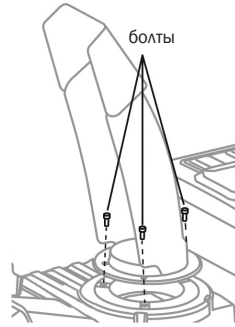

Рис. 8
2. Закрепите направляющую желоба выброса снега на основание с помощью 3 болтов (Рис. 8).